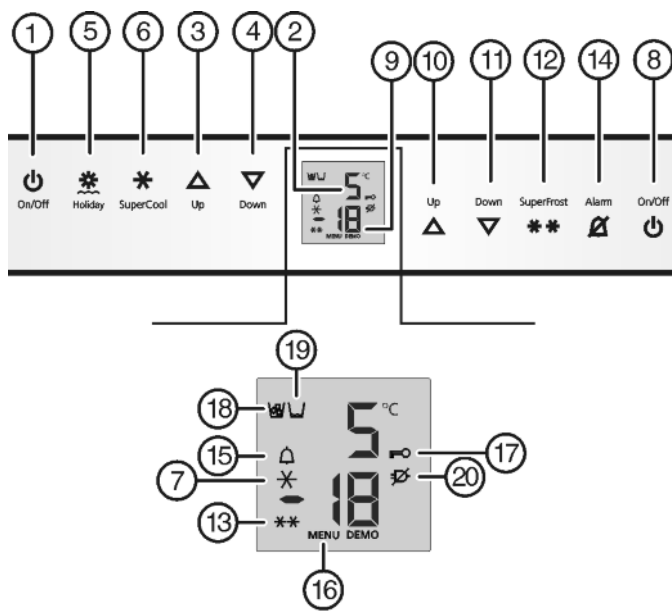

Fig. 2
- ▶ Натисніть клавішу On/Off морозильника Fig. 2 (8).
- ▶ Натисніть клавішу On/Off охолоджувального відділення Fig. 2 (1).
- ▷ Охолоджувальне відділення та відділення BioFresh увімкнені: Індикатор температури охолоджувального відділення Fig. 2 (2) світиться. При відкриванні дверцят холодильного відділення вмикається внутрішнє освітлення.
► Вмикання режиму настройки: натисніть клавішу SuperFrost Fig. 2 (12) і утримуйте близько 5 секунд.
▷ Світиться символ "Меню" Fig. 2 (16).
► Для вимкнення функції захисту натисніть і швидко відпустіть клавішу SuperFrost Fig. 2 (12).
► Для увімкнення функції захисту натисніть і швидко відпустіть клавішу SuperFrost Fig. 2 (12).
▷ Світиться символ "Функція захисту" Fig. 2 (17). На індикаторі блимає **с**.
▷ Гасне символ функції захисту Fig. 2 (17). На індикаторі блимає **с**.
► Вихід з режиму настройки: Натисніть клавішу On/Off морозильника Fig. 2 (8).
► натисніть сигнальну клавішу Alarm Fig. 2 (14).
Одночасно блимає індикатор температури та символ звукового сигналу Fig. 2 (15).
Звукове попередження вмикається автоматично, символ звукового попередження Fig. 2 (15) вмикається, індикатор температури перестає блимати, коли температура достатньо низька.